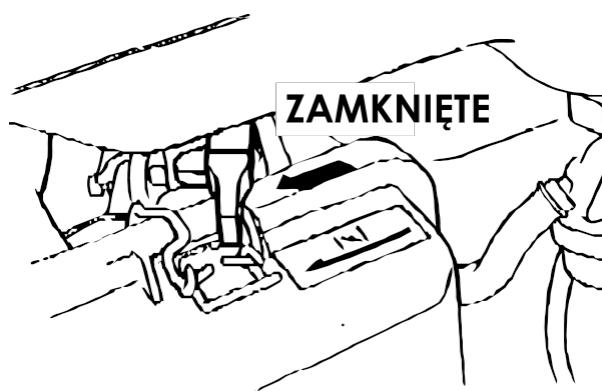

Fig. 4
3. Deplasați maneta de aspirare situată în partea superioară a filtrului de aer spre stânga **Fig. 4.**